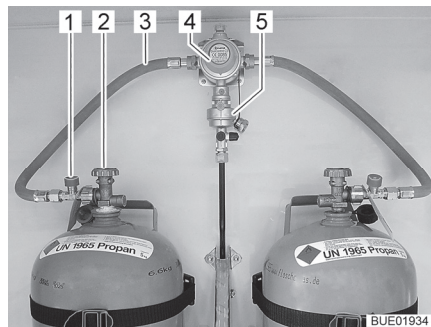
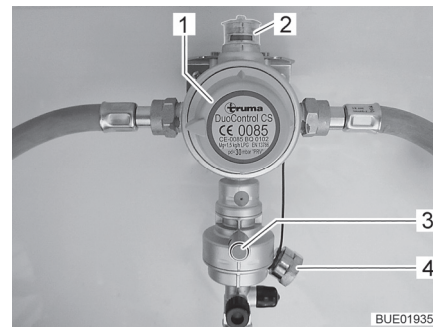

Fig. 43 Bombonas de gas con DuoControl
Fig. 44 Sistema de regulación DuoControl
El sistema de regulación DuoControl se compone de una válvula selectora (Fig. 43,4) y el sensor de impacto (Fig. 43,5). El sistema de regulación DuoControl está montado entre las gomas del gas (Fig. 43,3) con dispositivo de seguridad en caso de rotura de manguera (Fig. 43,1). Con el botón giratorio (Fig. 44,1) en la válvula selectora se puede determinar cuál de las bombonas de gas se utilizará como bombona de servicio y cuál de ellas como bombona de reserva.
En la mirilla (Fig. 44,2) se indica el estado del suministro de gas:
Está permitido el funcionamiento con una sola bombona de gas; sin embargo, la conexión abierta se deberá tapar con una tapa ciega (Fig. 44,4).
El sensor de impacto bloqueará el suministro de gas en caso de un impacto significativo (p. ej. accidente). El sensor de impacto se pone en funcionamiento pulsando el botón de restablecimiento verde (Fig. 44,3).
El dispositivo de seguridad en caso de rotura de manguera (Fig. 43,1) bloqueará el flujo de gas si se rompe la manguera conectada. El dispositivo de seguridad en caso de rotura de manguera se deberá activar pulsando la tecla verde.
En la unidad de mando (Fig. 45), se conecta y desconecta el suministro de gas a través del sistema de regulación DuoControl. Las llaves de paso principales (Fig. 43,2) de las bombonas de gas y las válvulas de paso de gas deben abrirse a mano.
- Con el botón giratorio (Fig. 44,1) en la válvula selectora, seleccionar la bombona de gas de la que habrá de tomarse el gas principalmente (bombona de servicio). Girar el botón giratorio siempre hasta el tope.
- Abrir las llaves de paso principales (Fig. 43,2) de las bombonas de gas.
- Pulsar la tecla verde del dispositivo de seguridad en caso de rotura de manguera (Fig. 43,1). En la mirilla (Fig. 44,2) se visualizará la marca verde.
- Cerrar las llaves de paso principales (Fig. 43,2) de las bombonas de gas.
En caso de que luz de control verde (Fig. 45,6) se apague durante el servicio y se encienda la luz de control roja (Fig. 45,5), estará vacía la bombona de servicio y se deberá cambiar. En la mirilla (Fig. 44,2) se visualizará la marca roja. La bombona de reserva seguirá suministrando gas a los consumidores de gas.
- Girar el botón giratorio (Fig. 44,1) media vuelta en sentido de la bombona de gas utilizada de momento. De este modo, esta bombona de gas ahora será la bombona de servicio y la bombona de gas vacía se convertirá en la bombona de reserva. La marca en la mirilla (Fig. 44,2) cambiará de rojo a verde.
- Cerrar la llave de paso principal (Fig. 43,2) de la bombona de gas vacía. Observar el sentido de la flecha.
- Pulsar la tecla verde del dispositivo de seguridad en caso de rotura de manguera (Fig. 43,1).